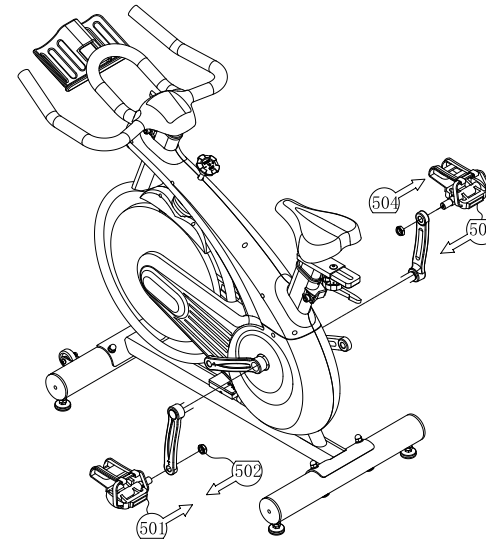

Figure 5
5. Открутите левостороннюю шестигранную самоподтягивающуюся низкую гайку М18 х 1.5 на конце левой педали в направлении по часовой стрелке. В соответствии с указателями 5.01 и 5.02 рис.5, левая педаль вкручивается против часовой стрелки в отверстие между левым шатуном и рамой, после чего винт левой педали затягивается 19# ключом до упора. После этого винт фиксируется левосторонней шестигранной самоподтягивающейся низкой гайкой М18 х 1.5 и закручивается в направлении против часовой стрелки при помощи 24# ключа.
Открутите шестигранную самоподтягивающуюся низкую гайку М18х1.5 на конце правой педали. В соответствии с указателями 5.03 и 5.04 рис.5, правая педаль вкручивается в отверстие между левым шатуном и рамой, после чего винт правой педали затягивается 19# ключом до упора. После этого винт фиксируется шестигранной самоподтягивающейся низкой гайкой М18 х 1.5 и закручивается в правую педаль при помощи 24# ключа.